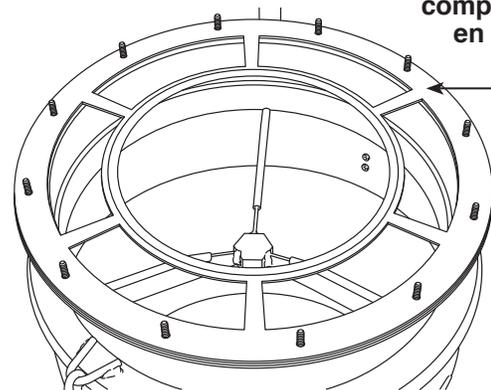

Figure 2
5. Lors de l'expédition de la machine de nettoyage pour DPF, le joint d'étanchéité de petite taille et l'anneau de compression en acier sont en place. Voir Figure 2. Utilisez la mesure prise à l'étape 4 pour sélectionner le bon joint d'étanchéité en néoprène pour l'application désirée.